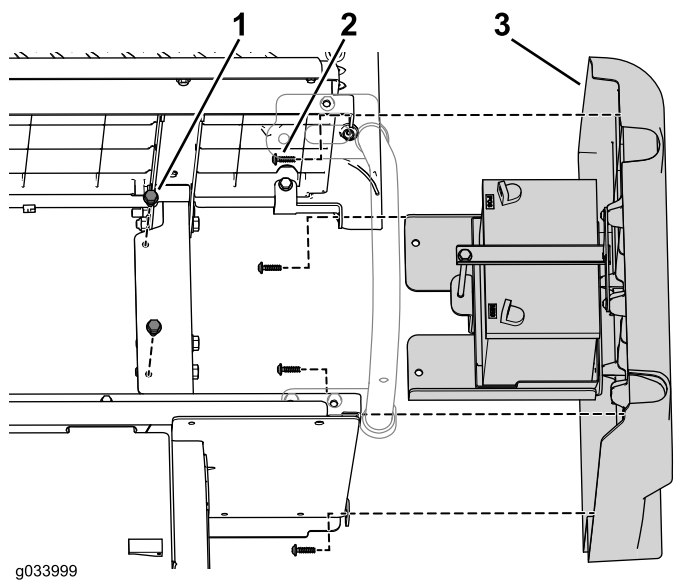

Figura 8
8. Remova os dois parafusos de cabeça flangeada que prendem o tabuleiro da bateria à estrutura (Figura 8).
9. Retire os quatro parafusos que fixam o pannel direito ao conjunto do banco inferior (Figura 8).
1. Prenda o painel do lado direito utilizando os quatro parafusos previamente removidos (Figura 8).
2. Prenda o tabuleiro da bateria à estrutura utilizando os dois parafusos de cabeça flangeada previamente removidos (Figura 8).